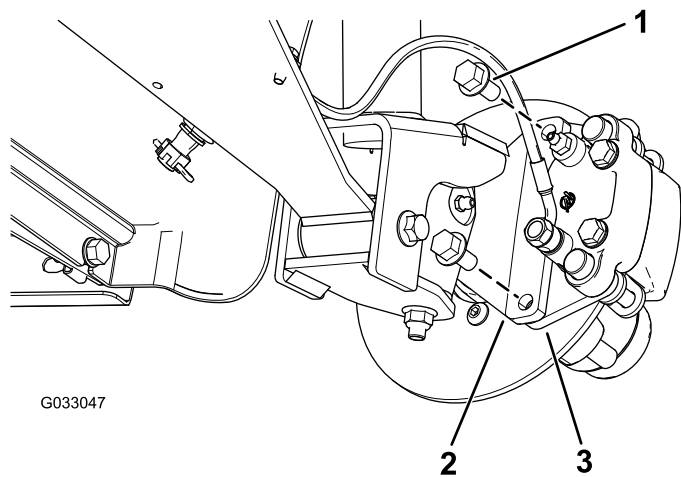

Рисунок 33
3. Выверните болты с фланцевыми головками ($\frac{3}{8} \times \frac{3}{4}$ дюйма), которые крепят кронштейн тормоза в сборе к оси, и отделите тормоз от оси (Рисунок 33).
2. Совместите тормозные колодки с обеих сторон тормозного диска (Рисунок 33) с отверстиями в кронштейне суппорта и отверстиями в креплении тормоза на цапфе (Рисунок 37).
3. Закрепите кронштейн суппорта на цапфе (Рисунок 33) с помощью 2 болтов с фланцевыми головками ($\frac{3}{8} \times \frac{3}{4}$ дюйма).